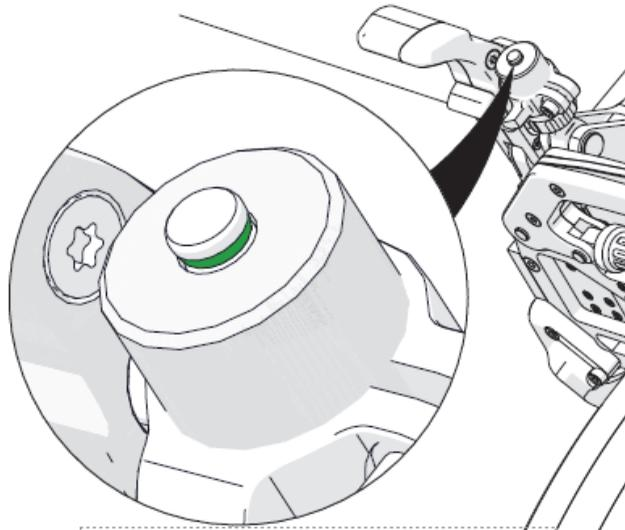

Figure 1-42 Pression correcte
- Lorsque la pression est correcte, le joint torique vert est visible sur le piston indicateur situé sur le dessus du mécanisme (Figure 1-42 à la page 58).